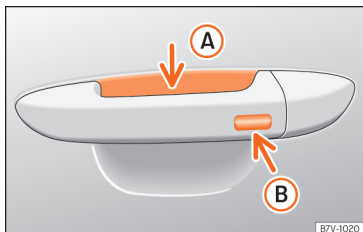

Abb. 50 Türgriff: Sensorflächen.
»» (Abb. 50)
- Berühren Sie die auf der Außenseite des Türgriffs befindliche Sensorfläche »» (Abb. 50) (B). Alle Blinker leuchten einmal.
- Berühren Sie innerhalb von 5 Sekunden einmal die auf der Außenseite des Türgriffs befindliche Sensorfläche »» (Abb. 50) (B). Ergreifen Sie dabei nicht den Türgriff. Das System Keyless Access ist jetzt vorübergehend deaktiviert.
- Beim nächsten Mal kann das Fahrzeug nur elektronisch mit dem Fahrzeugschlüssel entriegelt werden. Im Anschluss an die nächste Entriegelung ist das System Keyless Access erneut aktiviert »» ①.
Um mit der Komfortfunktion alle elektrischen Seitenfenster zu schließen, lassen Sie einen Finger einige Sekunden auf der Sensorfläche für Verriegelung »» (Abb. 50) (B) (Pfeil) am Türgriff, bis die Seitenfenster geschlossen sind.